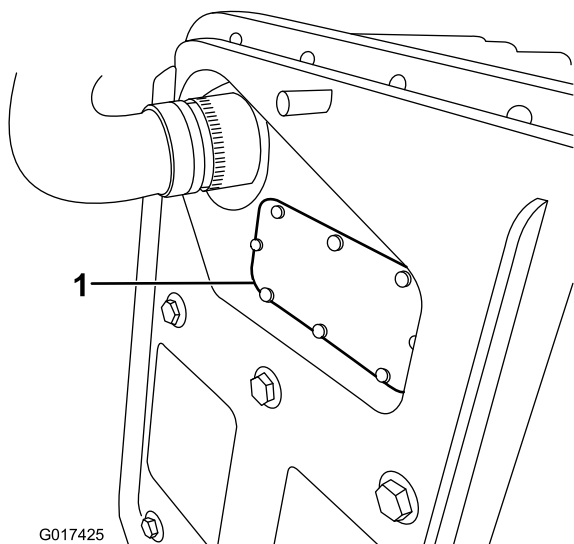

Figura 41
- B. Retire la tapa del fusible (Figura 41).